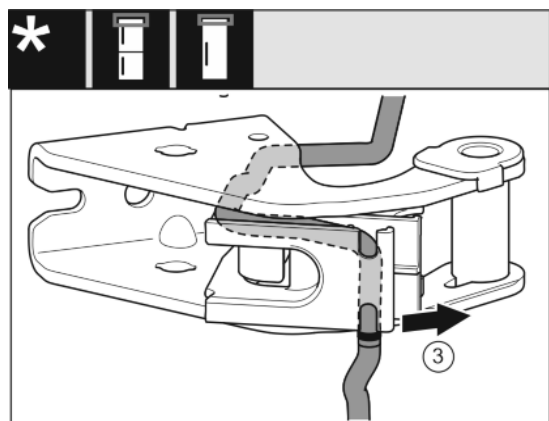

Fig. 22
- ▶ Soltar el cable de la guía. Fig. 22 (3)